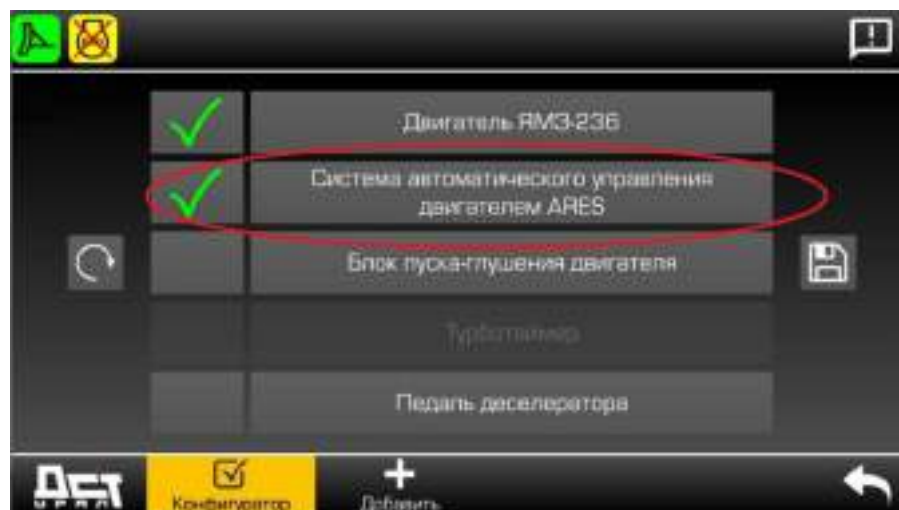

Рисунок 3.79. Вкладка «Конфигуратор»
- ▶ открыть страницу «Конфигуратор», см. рис. 3.79;